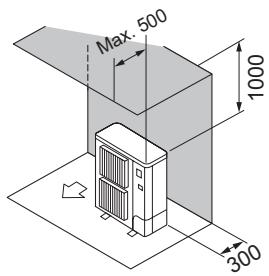

Fig. 2-8
- ② Enbart hinder på baksidan och ovansidan (Fig. 2-8)